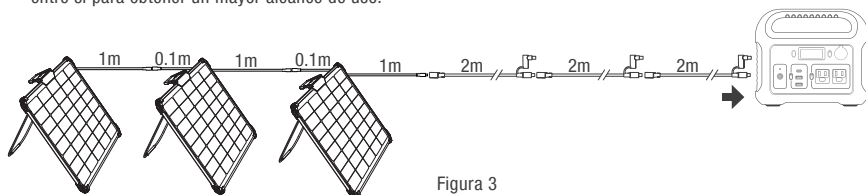

Figura 3
② Este producto permite la conexión en paralelo para obtener mayor potencia.
* Permite máximo 3 paneles solares en paralelo (Figura 3), si cuenta con más de 3 paneles solares, causará que el cable se caliente y se dañe el producto.